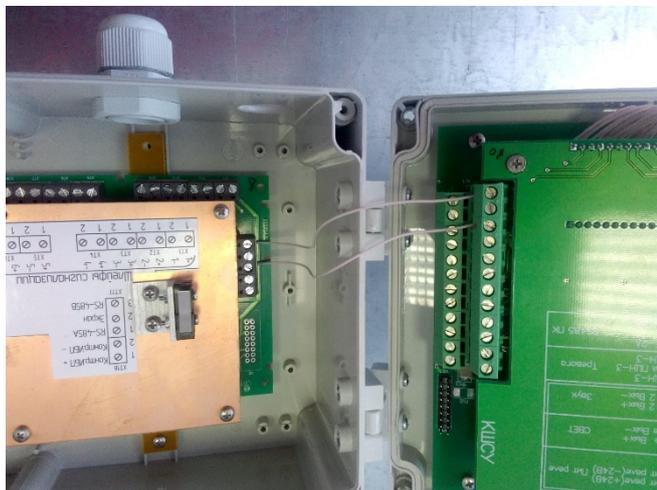

Рис.6 Коммутация КШСУ к ПИУ 4.
- 1) Подключаем канал RS-485 ПИУ-4 к каналу КШСУ (А-А) (В-В) (Рис.6).